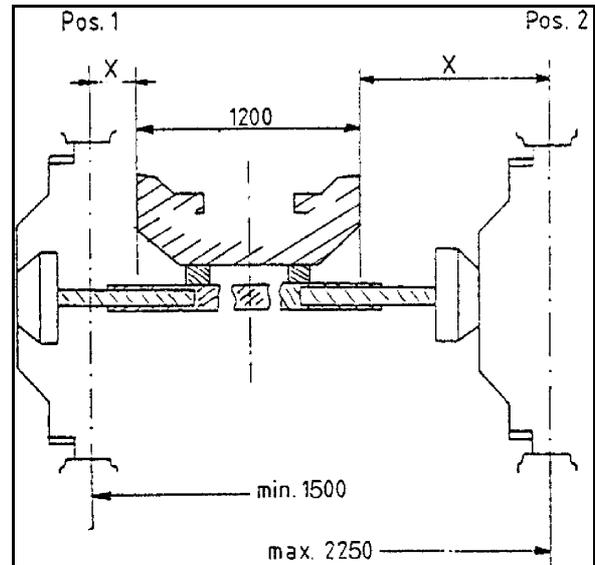

Fig. 51
- Stufenlos von 1.500 mm bis 1.960 mm bei Radmontage gemäß Position 1 (Fig. 51).
- Stufenlos von 1.700 mm bis 2.250 mm bei Radmontage gemäß Position 2 (Fig. 51).
6. Achshälfte in die gewünschte Position einschieben bzw. ausziehen. Hierzu Maß "x" von Außenkante Grundrahmen (Fig. 51/1) bis Mitte Spritzenrad ermitteln und Achshälfte entsprechend einschieben bzw. ausziehen.